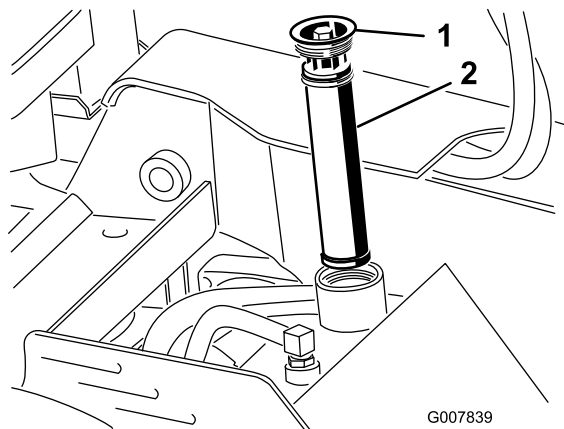

図 55
5. 古いフィルタを外して捨てる 図 55。
6. 新しいフィルタを取り付け、キャップをして上部ボルトを $13\ 15.5\text{N}\cdot\text{m}$ $2.32.8\text{kg}\cdot\text{m} = 110\ 140\text{in}\cdot\text{lb}$ にトルク締めする 図 55。
6. 油圧オイルタンクのフィルタとキャップ 図 55 を取る。
12. フィルタを取り付け、キャップをして上部ボルトを 13 15.5N·m 2.32.8kg.m = 110 140in·lb にトルク締めする 図 55。